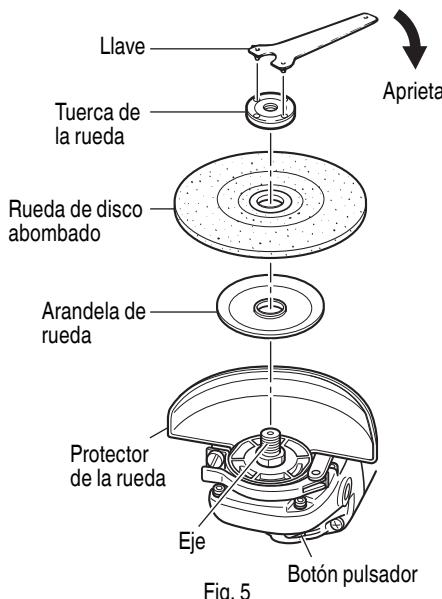

Fig. 5
Cerciórese de que el botón pulsador esté desenganchado presionándolo dos o tres veces antes de conectar la alimentación de la amoladora. (Fig. 5)
- Presionando el botón pulsador con una mano, bloquee el eje girando lentamente la rueda de disco abombado con la otra mano. Apriete la tuerca de la rueda utilizando la llave suministrada como se muestra en la Fig. 5.